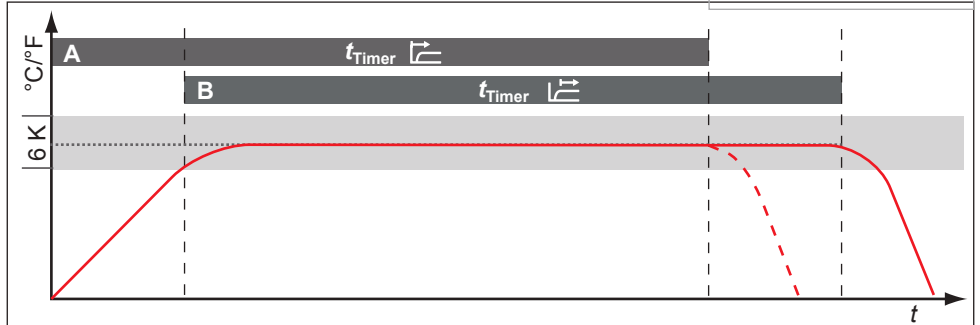

Fig. 23 Modo timer
Aquí se puede ajustar si el reloj de cuenta atrás digital con indicación del valor nominal (Temporizador, véase página 29) debe trabajar según los valores nominales, es decir, si el tiempo de funcionamiento con temporizador debe empezar a contar al alcanzar una banda de tolerancia con respecto a la temperatura nominal de ± 3 K (Fig. 23, B) o inmediatamente después de la activación del temporizador (A).